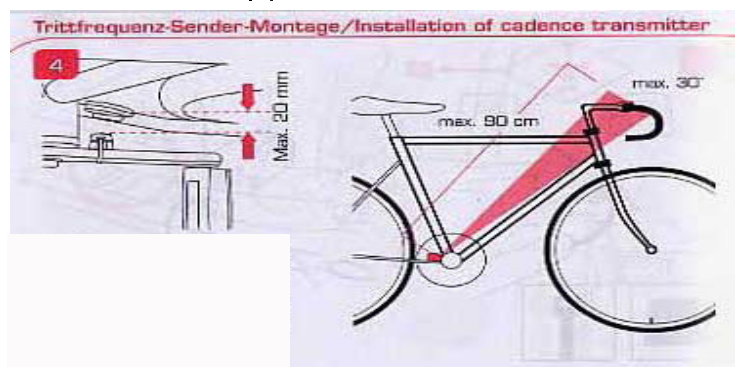

図4
- 3: CADENCEセンサー(付属モデルのみ)フレームに取付け後、メーター本体取付け位置はCADENCEセンサー位置に対し30度以内及び90cm以内の範囲で取付けてください。(図4参照)
- 4: CADENCEセンサー(付属モデルのみ)とマグネットの間隔は20mm以内として下さい。(図4参照)